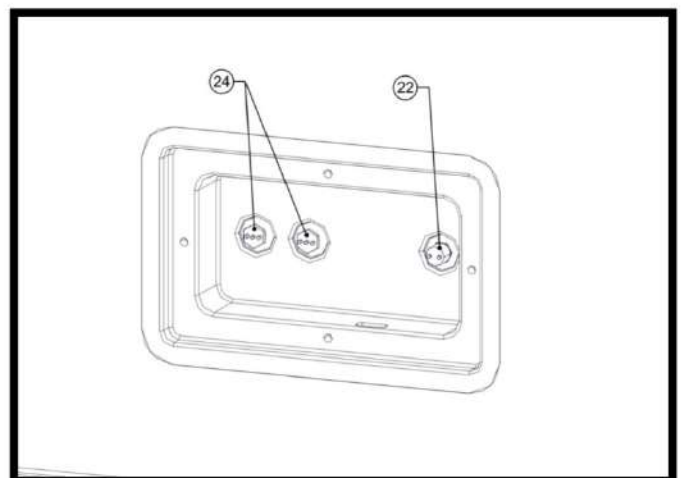

Рис. 12
11) Установите ТЭНы поз. 24 и терморегулятор ТК 24-08 поз. 22 в электрический лючок поилки. Провода ТЭНов, терморегулятора, кабель электропитания, кабель греющий, провод заземления не отображены на Рис. 12.